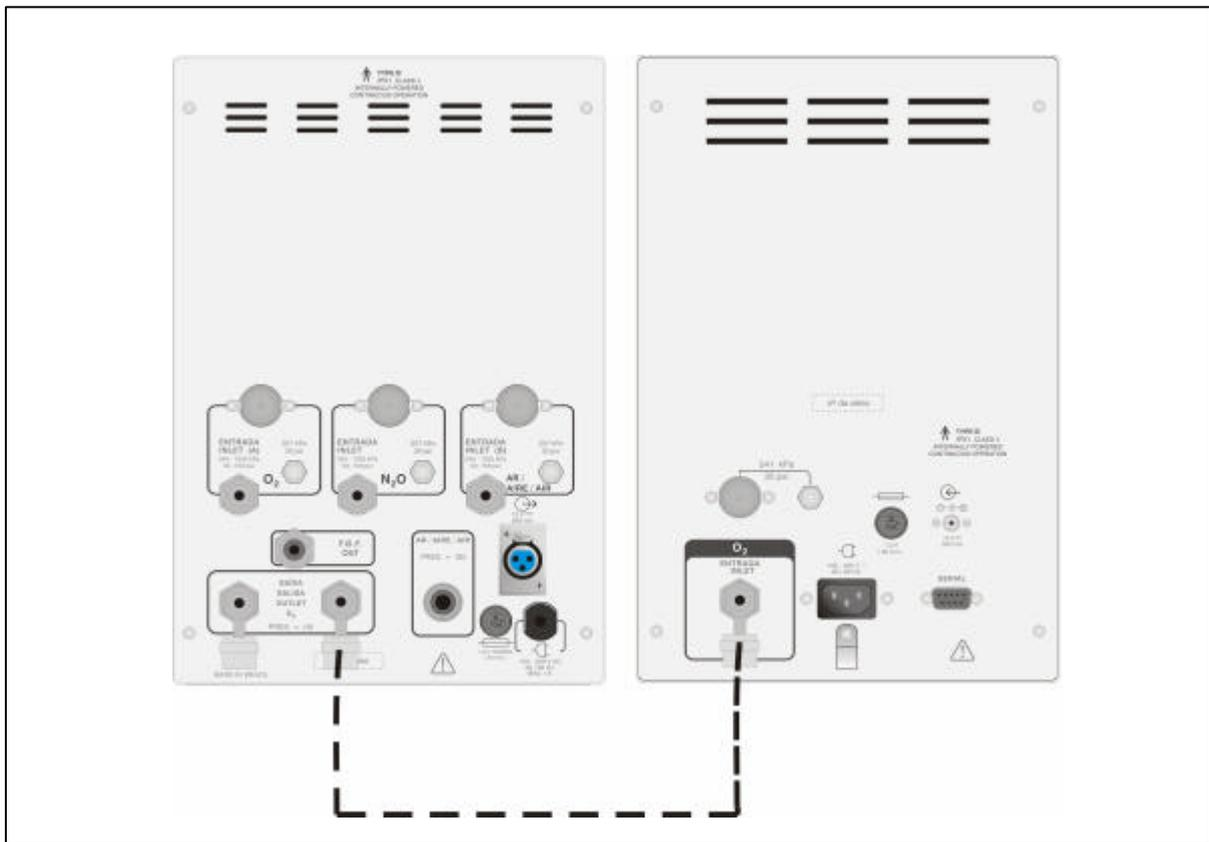

Figura 7-7: Ligação entre Rotâmetro e Ventilador
**1** - Interligar uma das conexões de saída de O2 existente no Rotâmetro 1836 / 1826 com a conexão de O2 localizada no painel posterior do Ventilador 678 (Figura 7-7). Utilizar a extensão de 300 mm que acompanham o Ventilador.